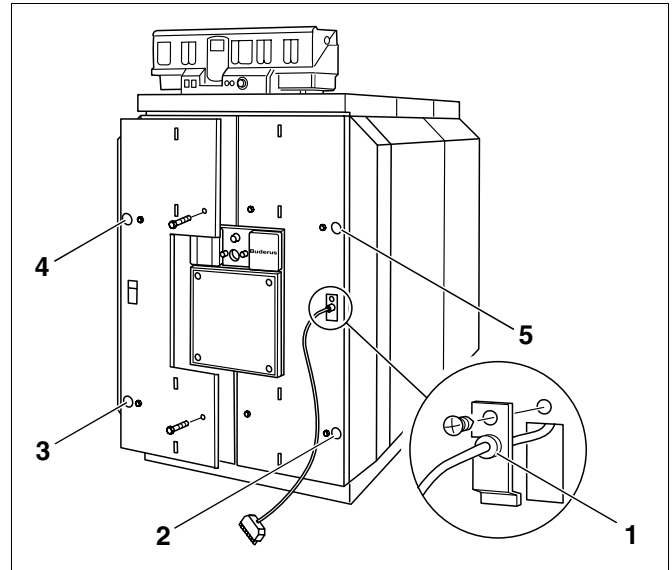

Рис. 57 Установка обшивки дверцы горелки
- Вставить кабель горелки с фиксатором в кабельный ввод (рис. 57, поз. 1).
- Установить спереди обшивку дверцы горелки и закрепить ее четырьмя болтами (рис. 57, поз. 2 - 5).